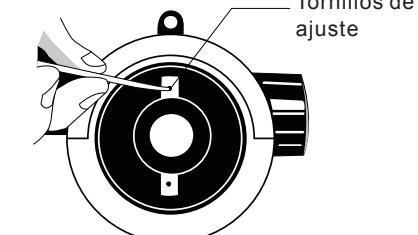

Fig.13
- (2) Aleje el instrumento 2m de a, las lecturas son a2, b2 (Fig. 13)
- (3) Calcule $b2' = a2 - (a1 - b1)$. If $b2' = b2$, demuestra que la línea de visión no es necesario corregir.
- (4) Si $b2' \neq b2$, demuestra que será necesaria la corrección.
- (5) Apunte la vista óptica al pentagrama B, atornillede la cubierta del ocular, ajuste el tornillo de la Cruz-pelo para hacer el pelo medio da el lectura requerida $B2'$.
- (6) Repita lo anterior hasta que $| b2' - b2 | < 3\text{mm}$.